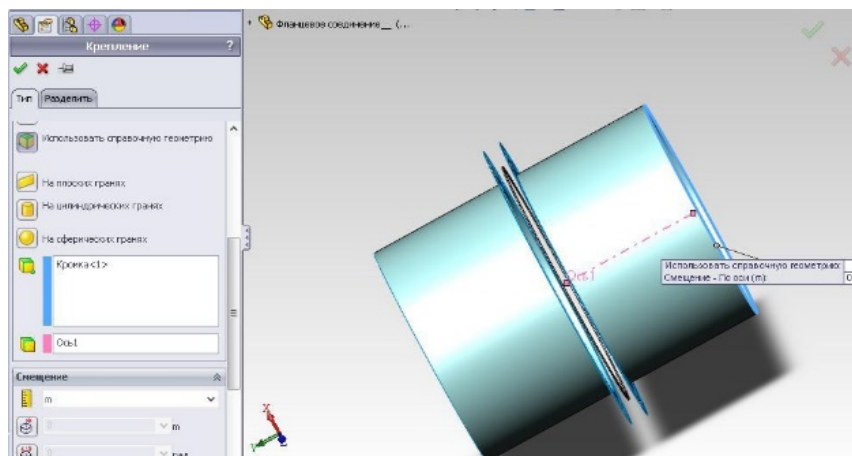

Рис. 7.5. Выбор крепления
6. Назначить тип крепления. В контекстном меню выбрать команду «Консультант по креплениям». В появившемся окне выбрать «Дополнительные крепления» (рис. 7.5).